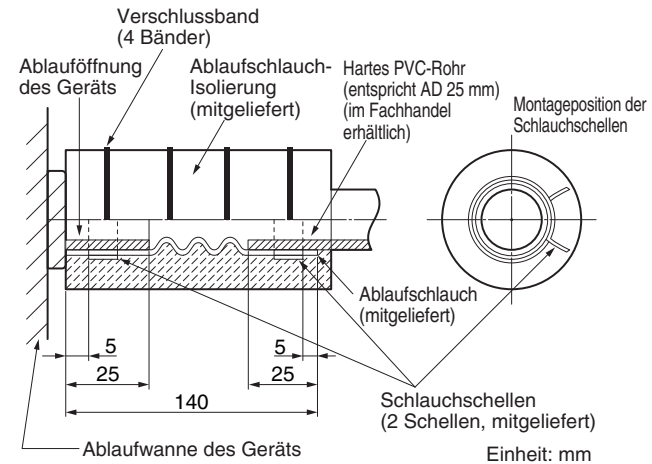

Abb. 3-22
(1) Anschluss des Ablaufschlauchs
(2) Anbringen des Ablaufschlauchs
- **So anbringen, dass sich der Schlauchbinderverschluss auf der Seite der Ablauföffnung befindet. (Abb. 3-22)**